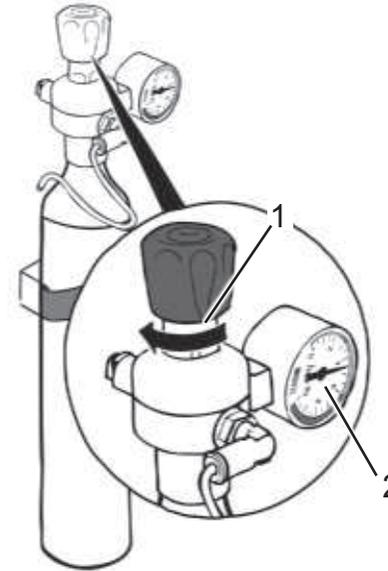

Abb. 20
11. Stellen Sie den CO₂-Eingangsdruck auf 4 bar ein. Drehen Sie dazu das Einstellrad am CO₂-Druckminderer (Abb. 20/1) im Uhrzeigersinn, bis das Manometer (Abb. 20/2) den gewünschten Druck anzeigt.